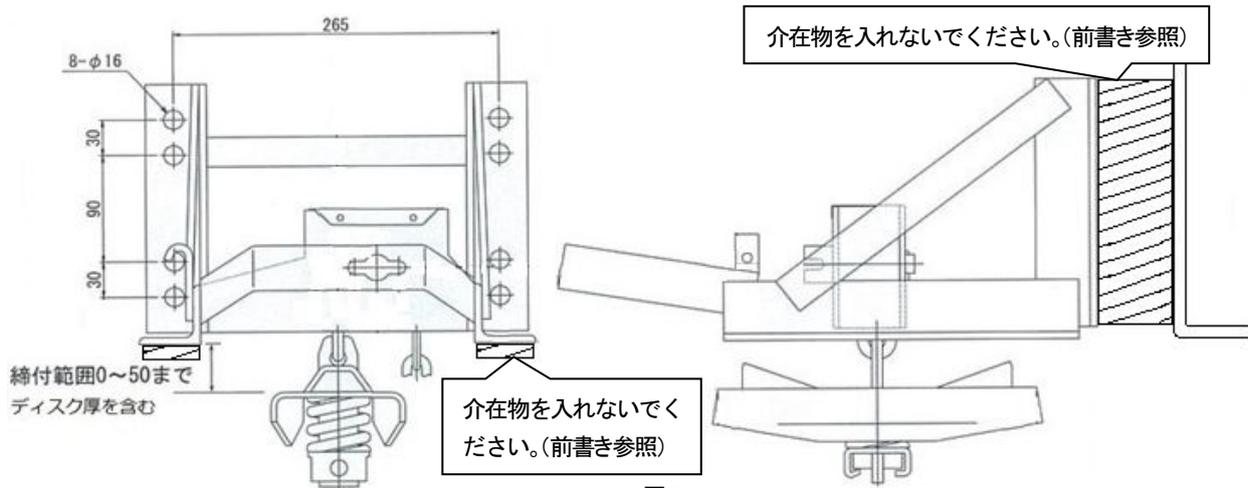

図3
- * タイヤディスクホイールとの接触面に緩衝材やスペーサーなどの介在物を入れしないでください。また、STCとシャシーフレームの間にはスペーサーやブラケットなどの介在物を入れしないでください。STCはシャシーフレームに直接ボルト止めすることを前提に設計されています。(図3)(前書き参照)
- * 取り付け穴は8箇所ありますが、内側と内側の組み合わせ(上下のピッチが90 mm)にならないようにしてください。(図3)
- * 図3に示す『締付範囲0~50まで』を厳守してください。(チェーンの線径は途中から細くなっています。50 mm以上を必要とする場合は、購入先までお問合せください)